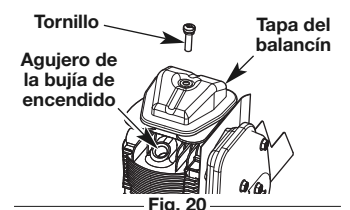
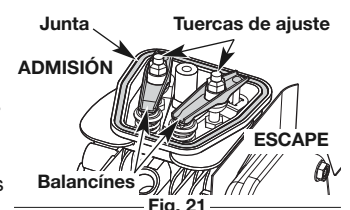

Fig. 20
Fig. 21
- Quite el tornillo de la tapa del balancín con un destornillador plano o un destornillador Torx T-25 (Fig. 20). Quite la tapa del balancín y la junta. (Fig. 21).
7. Inspeccione el orificio de la bujía (Fig. 20) y hala la cuerda de arranque lentamente para mover el pistón. Asegúrese de que: